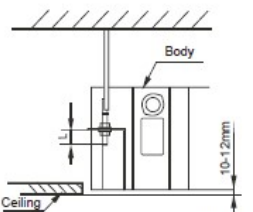

Fig.5-6
- Justera placeringen för att garantera att mellanrummen mellan kroppen och takets fyra sidor är jämnt. Kroppens lägre del ska sjunka in i taket ca 10-12 mm (referera till bild 5-6).
- Generellt sett är L halva installationskrokens skruvlängd (referera till bild 5-6).